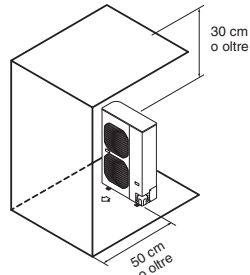

Fig. 2-4
- (3) Ostruzioni sui lati anteriore e superiore dell'unità (I lati sinistro, destro e posteriore sono aperti). (Fig. 2-4)